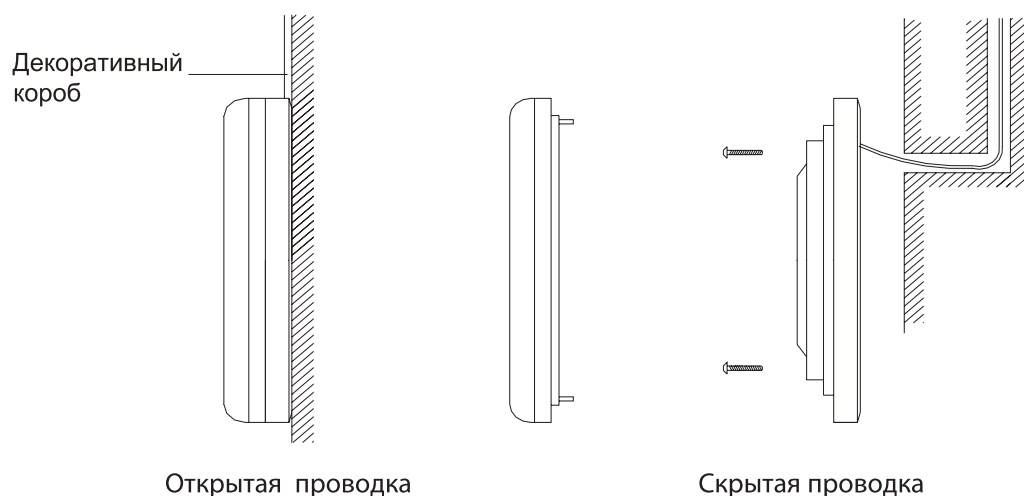

Рис. 15.2.
15.2.2. Прокладка кабеля пульта может быть скрытой или открытой в зависимости от места расположения (рис. 15.2).